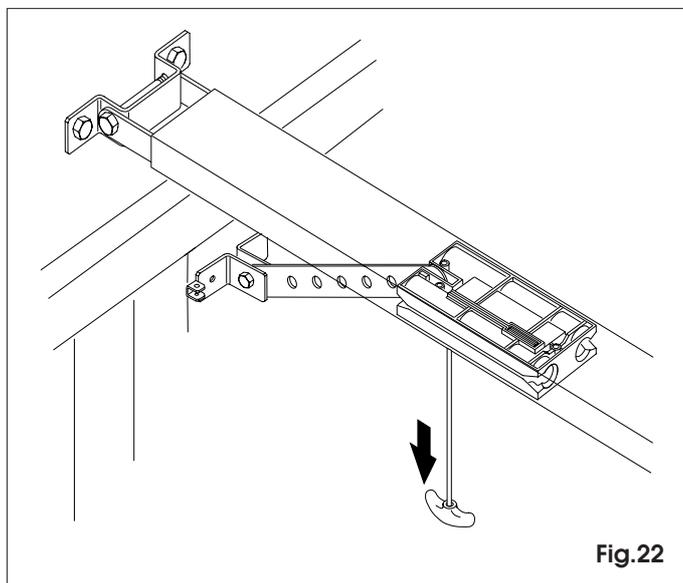

Fig.22
7.18 Débloquer l'opérateur en tirant vers le bas le levier de déblocage (fig. 22).